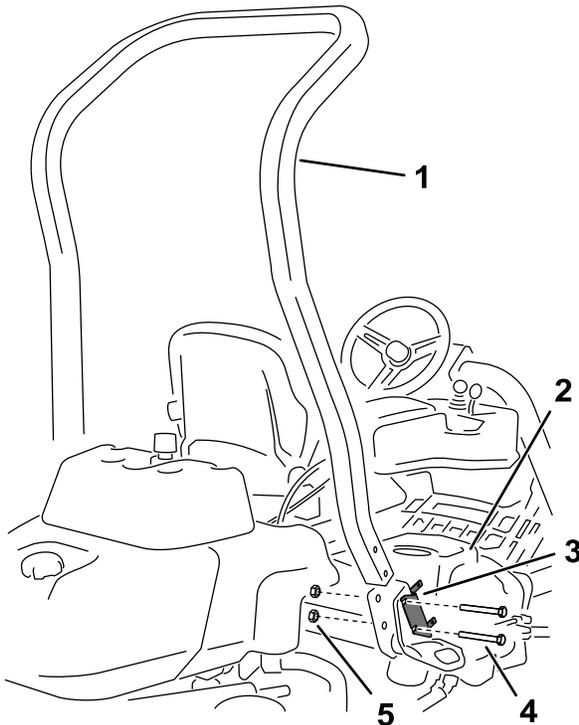

图3
4. 如图3 所示卸下将保险丝盒支架固定至 ROPS 支架上的 2 个螺栓。